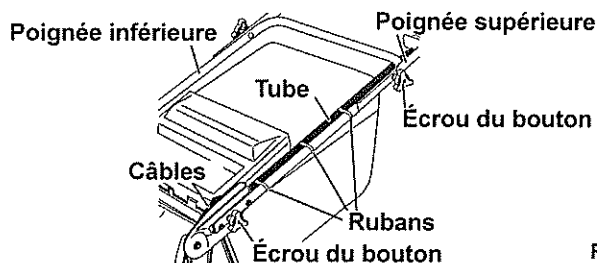

Fig. 2.
- 1 Installez la poignée inférieure sur la machine (avec deux écrous du boutons). (Voir Figs. 2 et 3.)